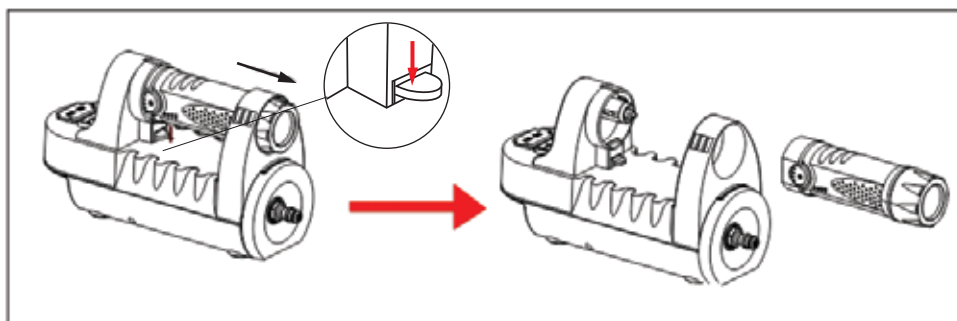

Рис.8
2. Нажмите вниз на кнопку фиксатор и достаньте аккумуляторный фонарь (рис.8).